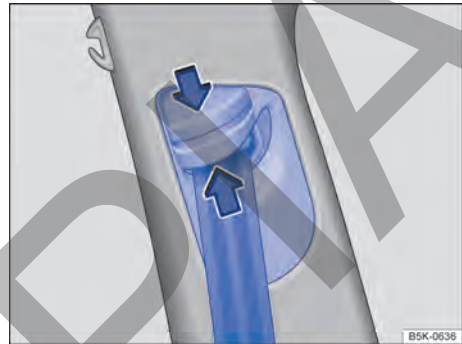

Fig. 33 Junto a los asientos delanteros: regulador de la altura del cinturón de seguridad.
- Presione el dispositivo regulador en el sentido de la flecha y manténgalo presionado → fig. 33.